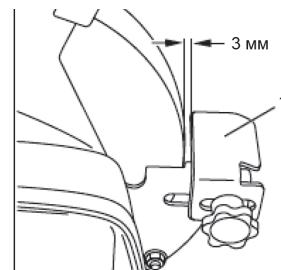

Рис. 3
5. Установите на станок упоры 1 (рис. 3) и отрегулируйте зазор между краем упора и шлифовальным кругом. Он должен быть не менее 3 мм (рис. 3)